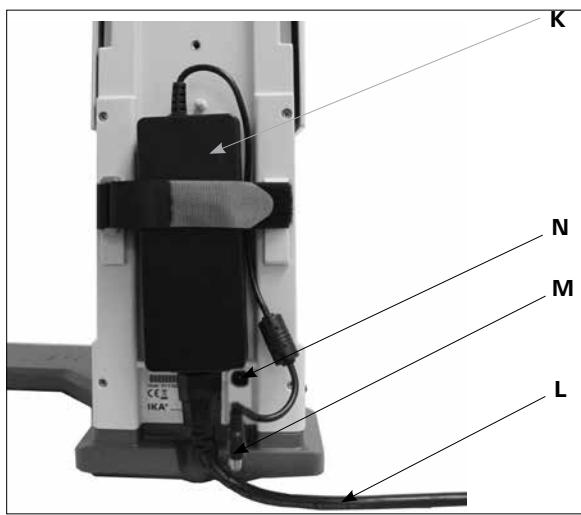

Fig. 9
### 3.) 바탕 화면 전환을 고정 (Fig. 9)
- 연결 소켓(**N**)에 낫은 전압 커넥터(**M**)를 연결합니다. (Fig. 9)